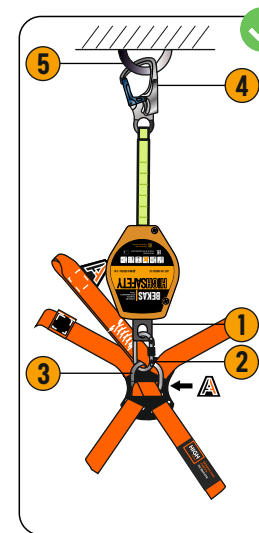
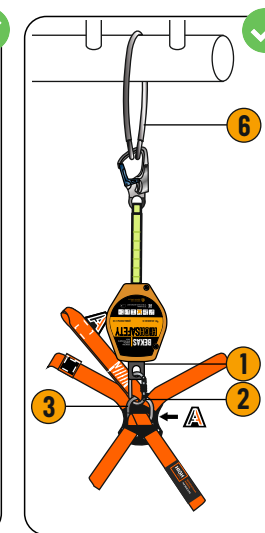

рис. 11
рис. 12
Карабин (4) крепится к анкерной точке (5) (например, AP004, рис. 11) либо к анкерной петле (6) (например, AP001, рис. 12).